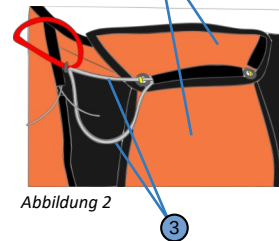

Abbildung 2
6. Fixiere die Containerklappen, indem du die beiden am Retter-Auslösegriff angebrachten Verschlussplinte durch die Schlaufen steckst. (Abbildung 2) **ACHTUNG:** Nur 1 Verschlussplint pro Schlaufe!